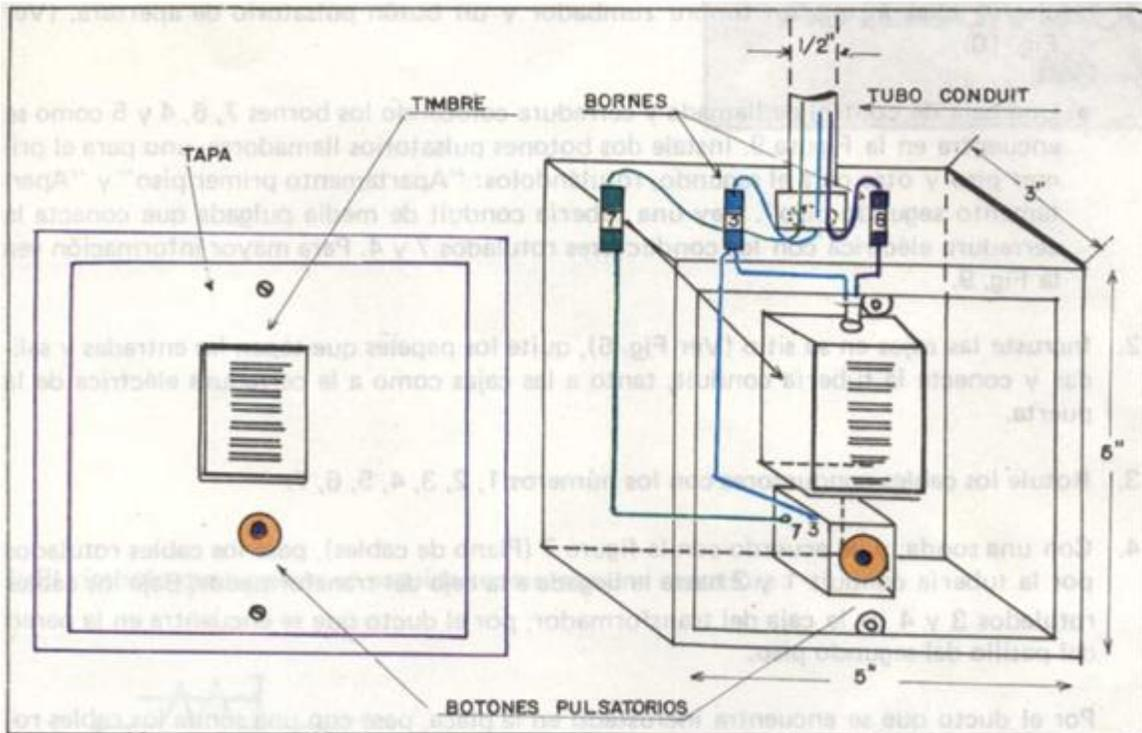

Fig. 10
- Dos cajas de control de timbre para cada apartamento. La del primer apartamento con los bornes 7, 6 y 3; la del segundo apartamento con los bornes 7, 3 y 5. En cada una de ellas instale un timbre zumbador y un botón pulsatorio de apertura. (Ver Fig. 10).